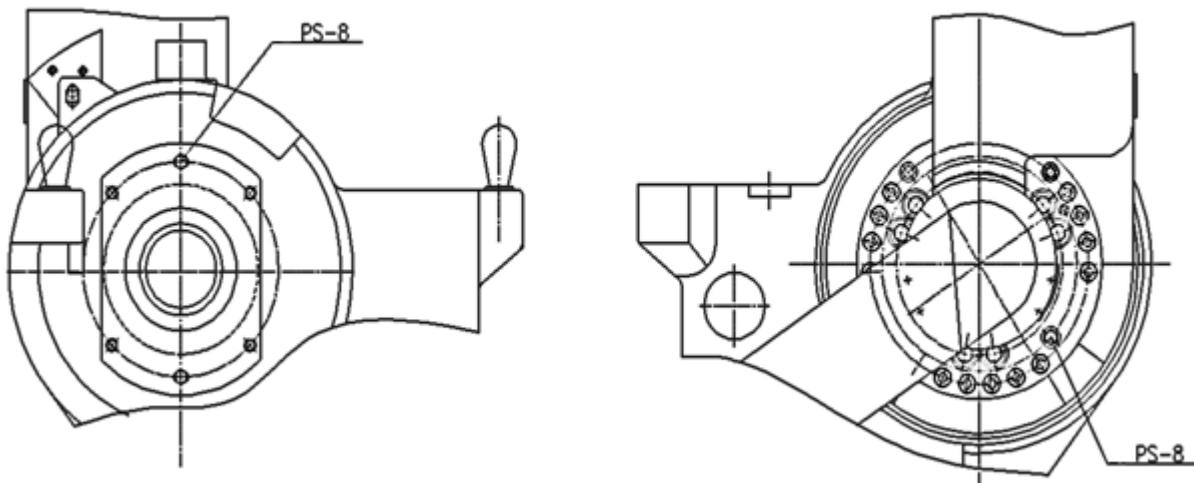

图 12 J2 轴减速机局部结构
(1) 油脂补充步骤 (参考 图 12)
（2）油脂更换步骤（参考 图 12）